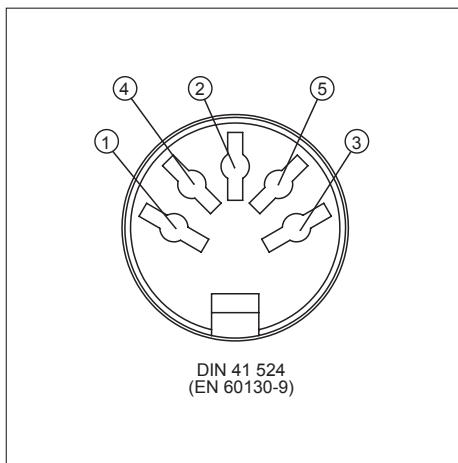

Fig.3 – Atribuição do soquete de conexão
1. Conecte o plugue de acionamento ao soquete de entrada INPUT (B).
3. Atribua o soquete de conexão de acordo com a fig. 3.